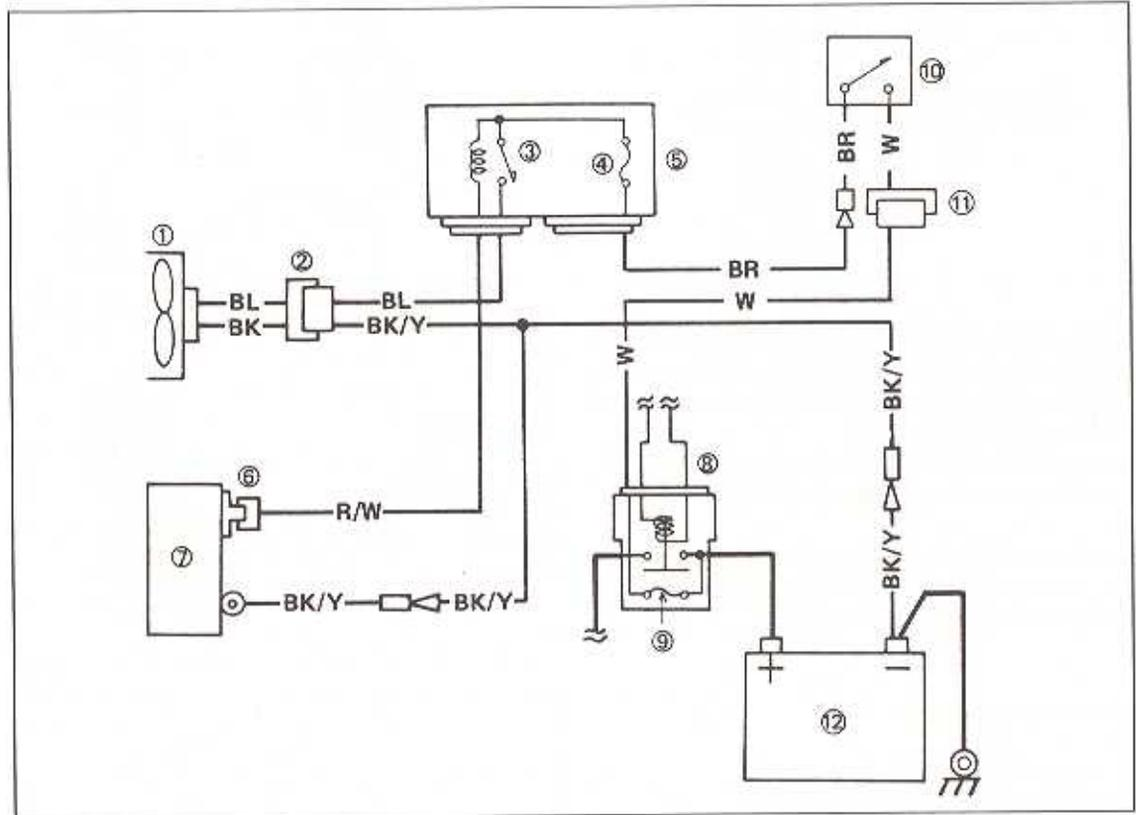

Bild 299
- Das Kühlgebläse vom Kühler abschrauben und seitlich herausnehmen (Bild 299).